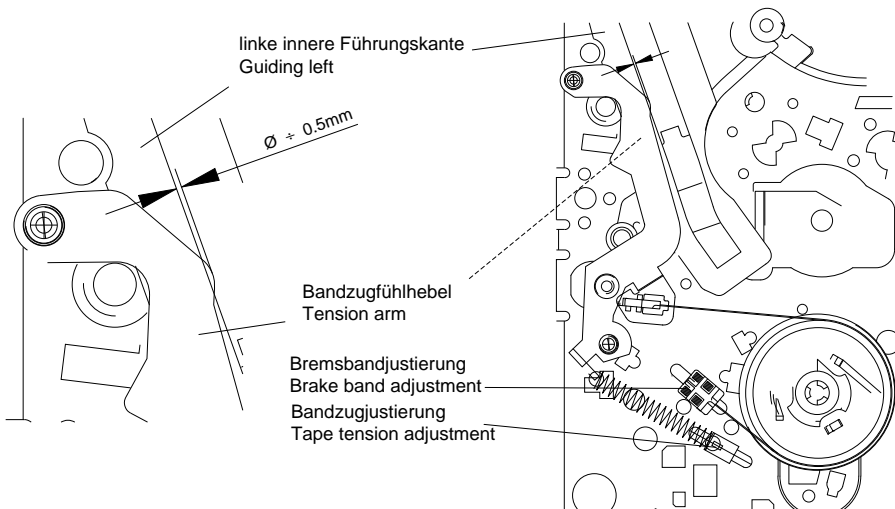

Fig. 20
- Mittels Bandzug-Einstellwerkzeug (von der Unterseite des Laufwerks) das Bremsband so einstellen, daß die Nase des Bandzugfühlers deckungsgleich mit der linken inneren Führungskante der Führung links ist (Fig. 20).
- Mit dem Bandzug-Einstellwerkzeug die Feder (Pos.11) auf einen Bandzug von $0,24N \pm 0,02N$ (24g \pm 2g) einstellen (Fig. 20).
- Adjust the brake band by means of the tape tension adjusting tool (from the underside of the tape deck) so that the edge of the elbow of the tape tension arm overlaps with the left inner edge of the left guide (see Fig. 20).
- Adjust the spring (pos.11) to a tape tension of $0.24N \pm 0.02N$ (24g \pm 2g) by means of the tape tension adjustment tool (Fig. 20).